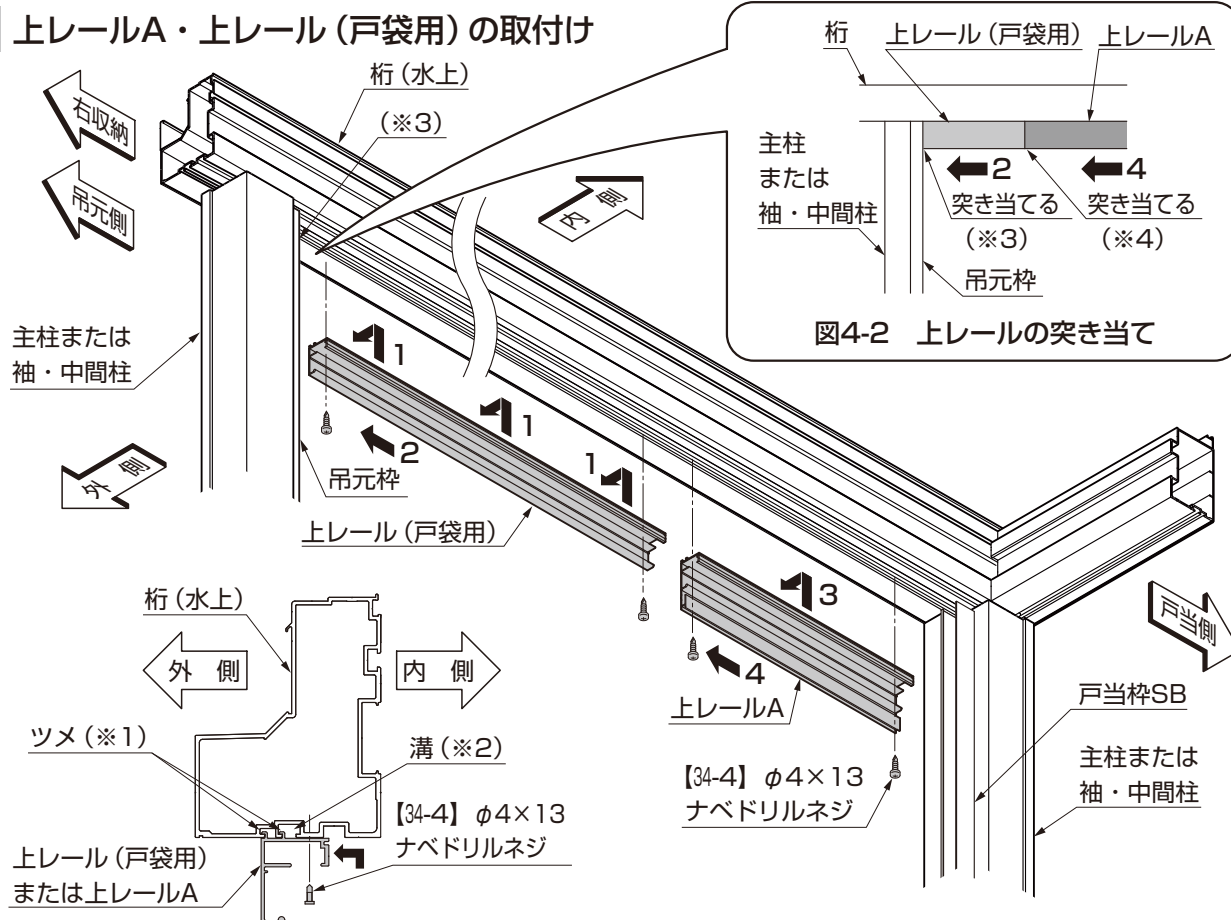

図4-1 上レール(戸袋用)・上レールAの取付け
①上レール(戸袋用)のツメ(※1)を、桁底部の溝(※2)に引っ掛けて、【34-4】で取付けてください。(図4-1参照)
②同様に上レールAのツメを、桁底部の溝(※2)に引っ掛けて、【34-4】で取付けてください。(図4-1参照)